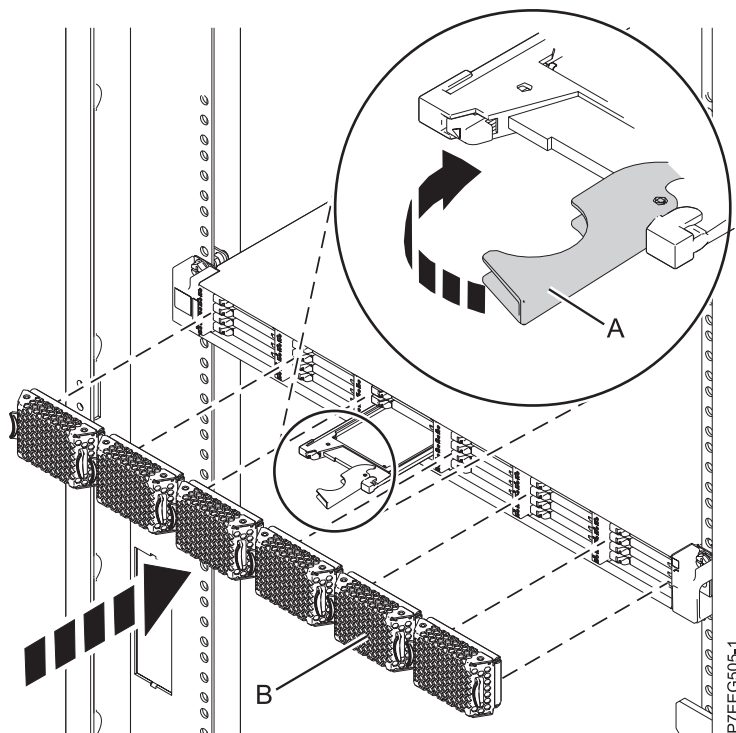

Figura 16. Instal·lació d'una unitat d'estat sòlid a Allotjament d'emmagatzematge EDR1 PCIe
1. Amb la nansa en posició desbloquejada, alineu la unitat d'estat sòlid amb les guies de l'allotjament. Consulteu Figura 16 a la pàgina 27,
3. Feu girar la nansa (A) fins a la posició de bloqueig, tal com es mostra a Figura 16 a la pàgina 27.
4. Instal·leu la tapa bisellada (B).